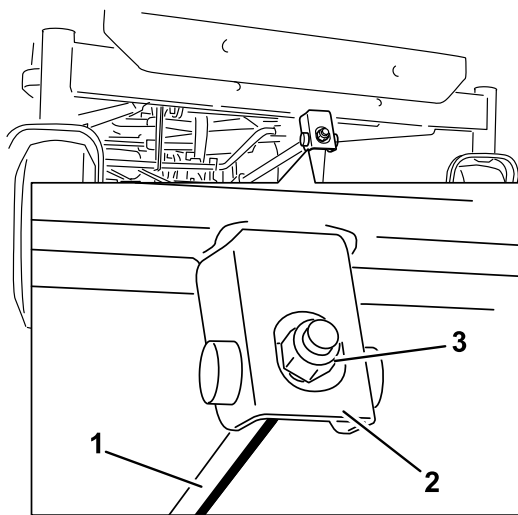

Figura 61
6. Para ajustar a inclinação da lâmina da frente para trás, rode a porca de ajuste na parte da frente do cortador (Figura 61).